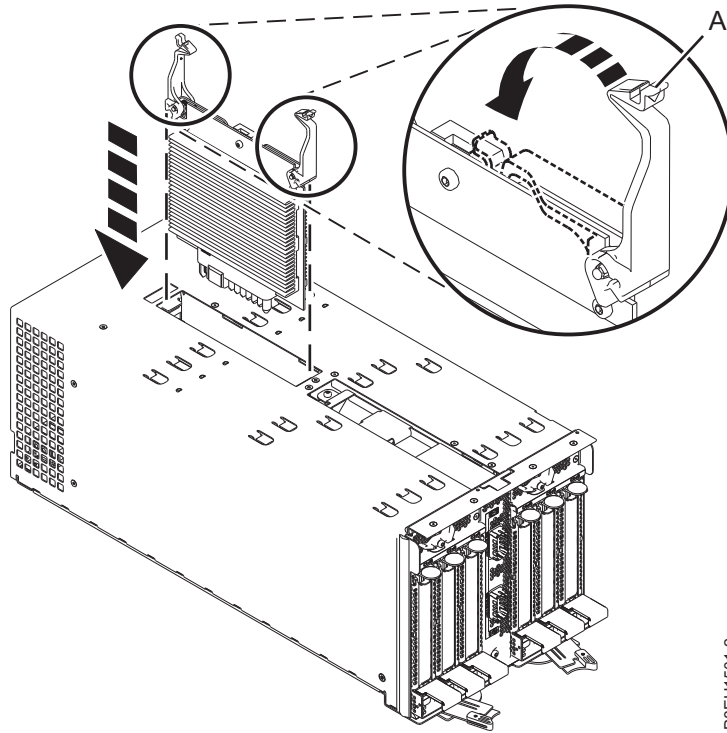

Figure 7. Remise en place du régulateur de tension
3. Remettez en place le régulateur de tension que vous avez retiré du module de sortance à 6 emplacements PCIe3 d'origine. Voir figure 7, à la page 8.
- b. Appuyez sur les loquets (A) jusqu'à ce qu'ils se bloquent.